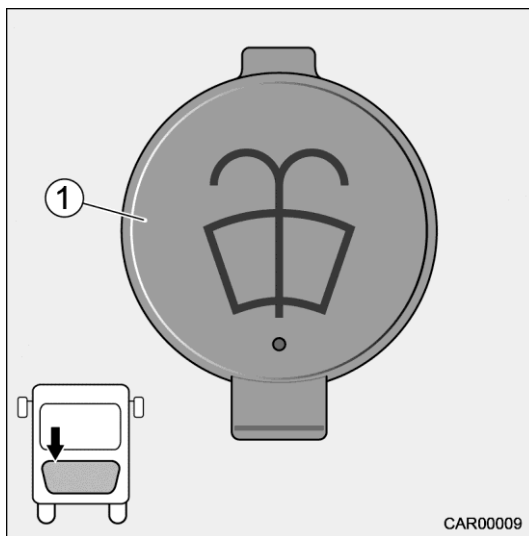

Fig. 27 Réservoir à liquide lave-glace
2. Ouvrir le bouchon de carburant (Fig. 27/1).
4. Fermer le bouchon de carburant (Fig. 27/1).